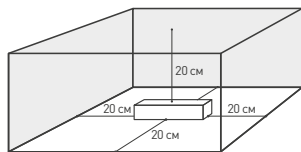

Рис. 4. Свободное пространство вокруг источника.
- 4.2. Для естественной вентиляции обеспечьте свободное пространство вокруг источника питания не менее 20 см, как изображено на Рис. 4. При невозможности обеспечить свободное пространство используйте принудительную вентиляцию.